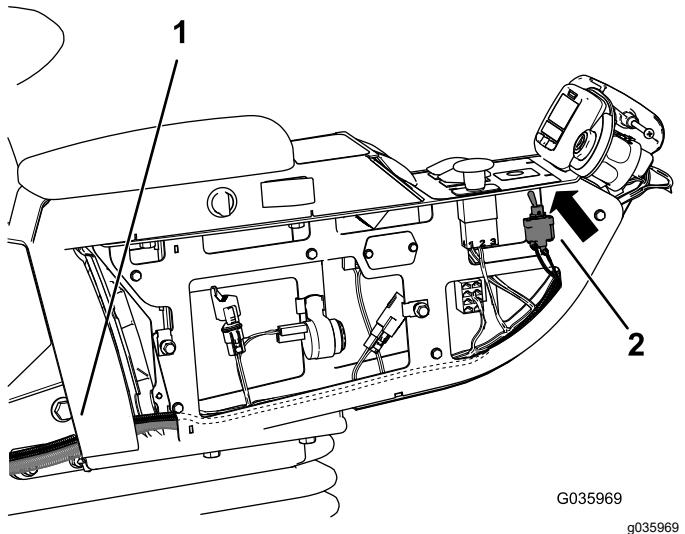

Bild 20
- Ziehen Sie den Kippschalter bzw. Kabelbaum durch das mittlere Bedienfeld bis zum Bohrloch (**Bild 20**).